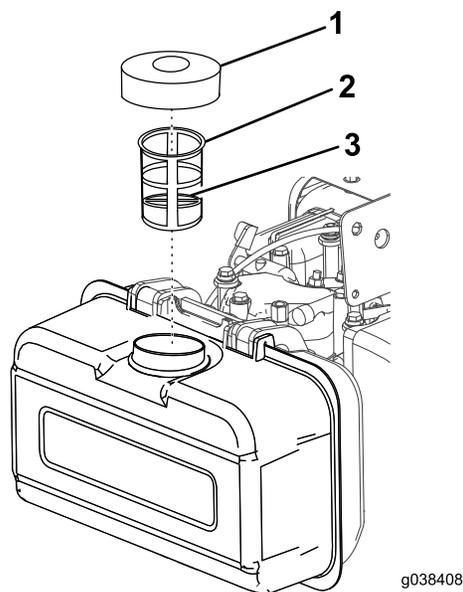

Рисунок 13
2. Очистите области вокруг крышки топливного бака и снимите ее (Рисунок 13).
3. Залейте топливо в топливный бак до уровня красного кольца (Рисунок 13 и Рисунок 14).